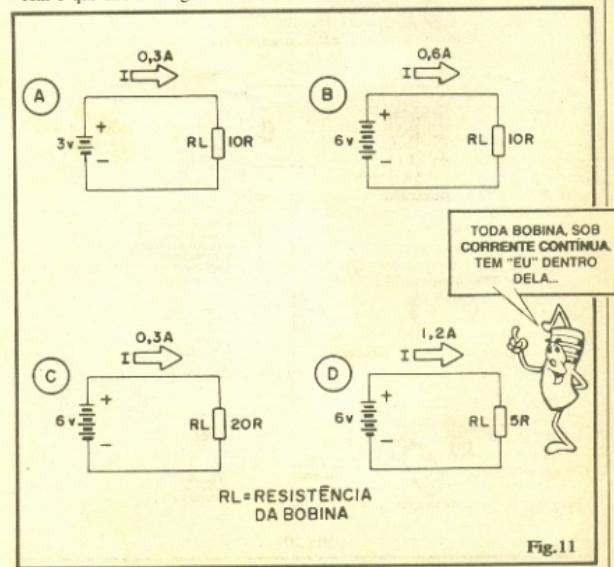

Fig.11
- FIG. 11-A - Considerando, para efeitos únicamente de cálculo da corrente, que a bobina pode ser considerada uma simples resistência (isso SÓ VÁLE para CORRENTE CONTÍNUA, lembrem-se...), se tivermos uma bobina com resistência equivalente (RL) de 10R, submetendo-a a uma tensão de 3V, teremos uma corrente de 0,3A. Um certo campo magnético é formado.
- FIG. 11-B - Se, na mesma bobina exemplificada em 11-A, dobrarmos a tensão aplicada (agora são 6V), teremos uma corrente também dobrada (0,6A), com um consequente aumento na "força magnética" gerada...
- FIG. 11-C - Se, no lugar de mudarmos a tensão, enrolarmos a bobina de modo a obter outros valores de resistência equivalente (RL), a corrente (e, consequentemente, o campo magnético) também possa ser dimensionada: uma bobina de 20R, com a mesma tensão de alimentação de 6V (presente em 11-B) receberá uma corrente menor do que a do exemplo anterior, ou apenas 0,3A (campo magnético mais fraco do que em 11-B).
- FIG. 11-D - Por outro lado, se a opção for manter a tensão e aumentar o campo magnético, temos que enrolar uma bobina "menos resistiva", de 5R, por exemplo, cuja resistência, sob os mesmos 6V permitirá uma corrente de 1,2A, com o consequente "fortalecimento" do campo magnético!